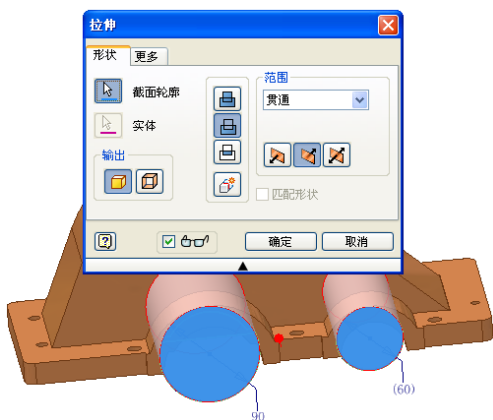

图 9-84 拉伸示意图
②单击【草图】标签上的【完成草图】工具按钮，退出草图环境，单击【模型】标签栏【创建】面板上的【拉伸】工具按钮，打开【拉伸】对话框，选择在草图中绘制的两个圆形作为拉伸截面轮廓，将布尔方式设置为【求差】，设置终止方式为【贯通】，如图 9-84 所示。